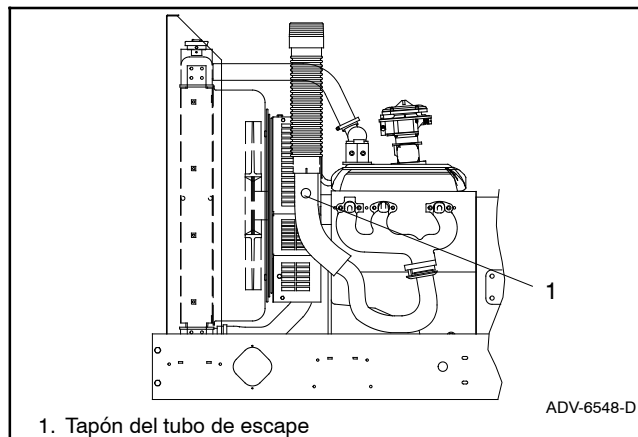

Figura 9-45 Ubicación de Montaje del Sensor de Oxígeno, típico (modelo mostrado de 30kW)
- a. Remover el tapón del tubo sensor de oxígeno del tubo de escape. Consulte la Figura 9-45 para ver la ubicación.